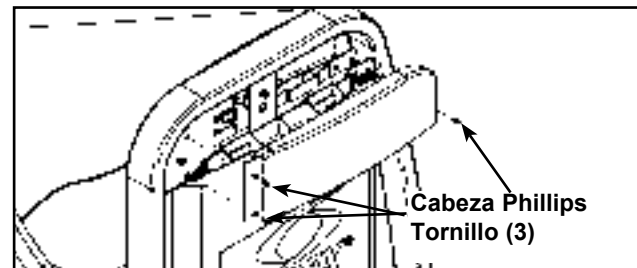

Figura 16
- C. Instalar los tres tornillos principales Phillips asegurar el superior cubierta (trasera). Ver Figura 16.